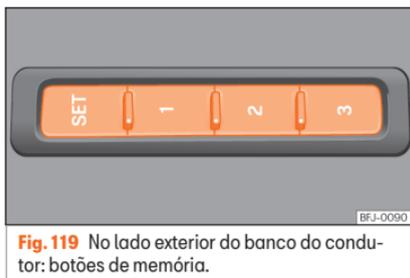

Fig. 119 No lado exterior do banco do condutor: botões de memória.
- Pressione o botão **SET** durante mais de 1 segundo »» **Fig. 119**.